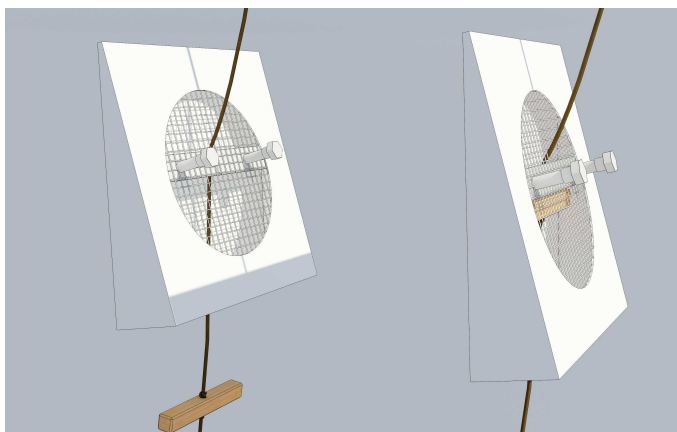

Рис.7
3.2.8. Проденьте шнур через середину сетки козырька чуть выше его монтажной планки. Надежно закрепите на шнуре крепежную траверсу, например, деревянную планку. (см. рис.7) Прочность крепежа должна обеспечивать надежное удержание груза весом более 50 кг. Потяните шнур так, чтобы траверса оказалась внутри козырька.